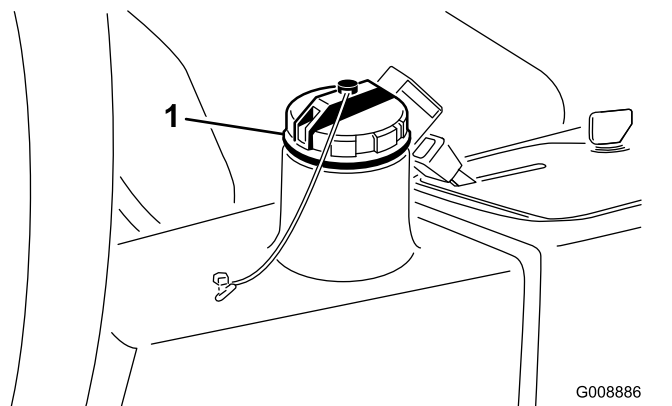

Bild 79
4. Füllen Sie den Behälter (Bild 79) mit ca. 13,2 Liter Hydrauliköl, siehe Prüfen der Hydraulikanlage \(Seite 52\).